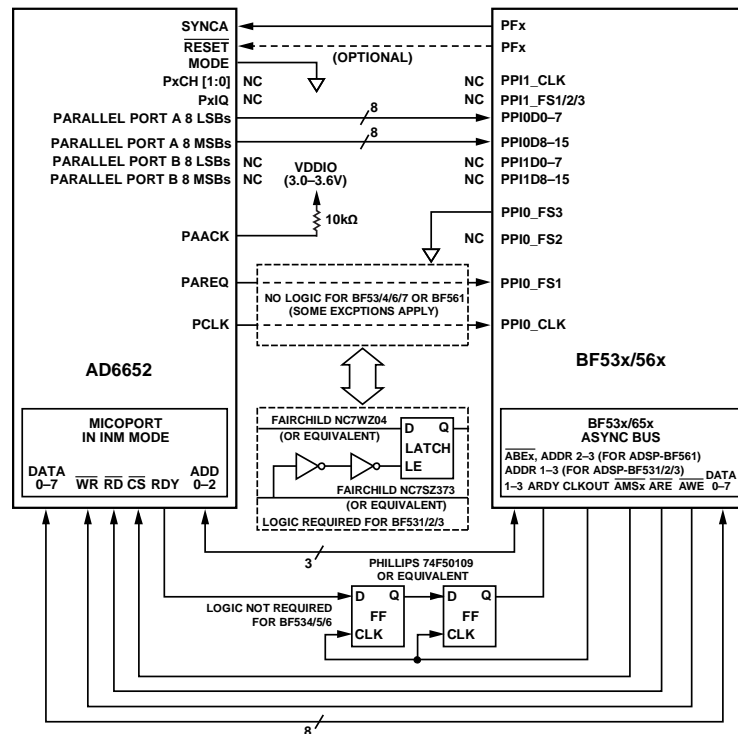
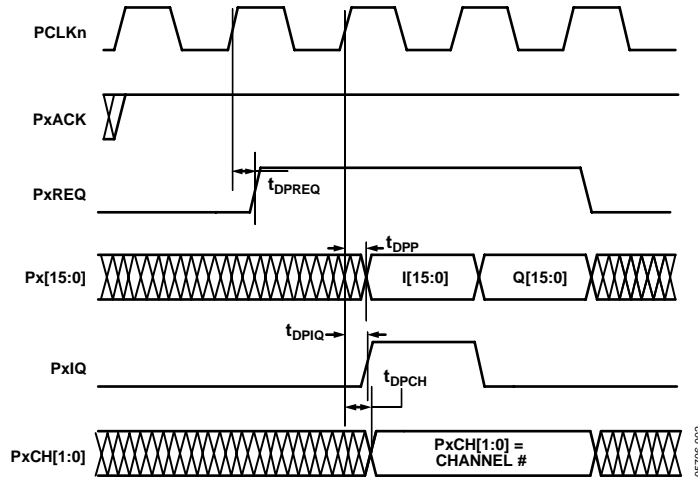
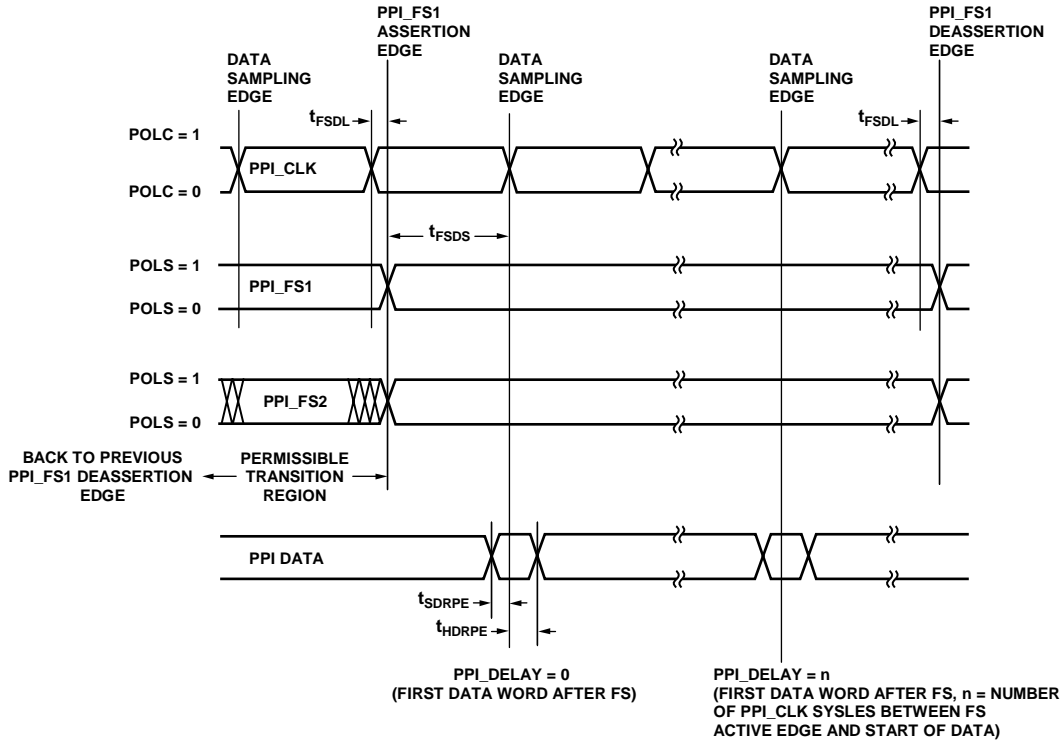

图1.
图2. AD6652并行输入模式16位交错数据时序图
图3. ADSP-BF531/BF532/BF533 PPI时序(GP输入模式、采用外部帧同步)
与Blackfin处理器接口时，应将微型端口设置为Intel®非多路复用模式(INM)，如图1所示。要配置Blackfin处理器异步存储器总线，请使用AD6652的 \overline{CS} 、 \overline{RD} 和 \overline{WR} 输入。AD6652 RDY信号(由微型端口产生)通过ARDY引脚告知Blackfin处理器，访问已完成。RDY在访问开始时变为低电平，在内部周期完成时变为高电平，请参阅AD6652数据手册(Rev. 0)的图31和图32。对AD6652微型端口时序t_{SC}和t_{HC}的快速分析显示， \overline{RD} 和 \overline{WR} 输入具有相对于CLK_{AD6652}上升沿的建立和保持时间。然而，如果未满足t_{SC}条件， \overline{RD} 和 \overline{WR} 将在CLK_{AD6652}的后续上升沿采样。实际上，可以将 \overline{RD} 和 \overline{WR} 视为异步输入。
Blackfin处理器ARDY引脚的置位和解除置位必须满足数据手册规定的建立和保持时间要求(t_{SARDY}和t_{HARDY})。注意，根据ADSP-BF531/ADSP-BF532/ADSP-BF533数据手册(Rev. B)，ARDY在CLKOUT之前的建立时间(t_{SARDY})为4 ns。未满足这些同步要求可能导致Blackfin处理器内部出现亚稳态现象。应利用CLKOUT信号确保ARDY同步跃迁。因此，图1中增加了一个双通道触发器来确保两个器件同步且满足建
要将AD6652与Blackfin处理器PPI端口相连，应配置AD6652的主机模式并行端口时钟(PCLK)，并且配置并行端口通道模式为16位I和Q交错。如图1所示，将AD6652 PCLK连接到Blackfin处理器PPI_CLK。因此，信号可以互换使用，具体取决于所讨论的器件。
16位交错格式在背靠背PCLK时钟上提供各输出样本的I和Q数据。I和Q字均由16位全端口宽度的数据组成。当PAREQ和PAACK均置位时(这些信号名称中的A代表图2中的x，表示A输出端口)，数据输出在PCLK的上升沿触发。要设置这种16位格式，应将CAR设为内部地址0xA9。此输出控制寄存器为10位宽，DR0中的位5必须设为1。图1中，Blackfin处理器GPIO引脚(PFx)驱动AD6652的RESET引脚，确保在访问微型端口之前主机得到正确设置。AD6652数据手册(Rev. 0)在“微型端口控制”部分中提供了有关微型端口的更多信息。此外还建议设计人员阅读“设计指南”部分。
绝大多数应用，包括单一通信标准的应用，都会为AD6652的所有4个通道配置完全相同的滤波器。唯一的不同是设置滤波器频谱的数控振荡器(NCO)频率。因此，AD6652的内部寄存器设置为如下状态：所有4个寄存器均与连接到Blackfin处理器GPIO引脚PFx的单一引脚SYNCA硬件同步(见图1)。这样做可以简化输出数据，使其能在单一帧同步包络中完成格式化。此时，器件按照默认优先顺序(0、1、2和3)，在类似突发的模式下以4个序列化I和Q对(8个16位字)的形式提供数据。数据不断以这种方式进行处理，多通道突发之间的停滞时间(dead time)与滤波器延迟成正比。如果通道滤波器不同，可以使用通道地址0x83处的开始延迟寄存器(延迟时间通过公式3计算)，强制实现同步，从而按照优先顺序或其它较佳序列输出数据。低速应用(1 MHz以下)可以使用其它同步方法。PACH[1:0]和PBCH[1:0]引脚构成一个2位二进制数，用于确定当前数据字的来源通道。在已知通道顺序的情况下，PACH或PBCH的LSB或MSB可以驱动另一个Blackfin处理器GPIO引脚(PFx)，作为快速硬件中断以识别突发序列的开始。
反之，默认情况下数据在PCLK的上升沿进行采样。在POLC为高电平的情况下，数据在下降沿通过PPI采样，该下降沿对应于图3所示AD6652主机提供的时序。
当PAREQ为高电平时，PAACK为逻辑高电平将导致并行端口根据设定的数据模式(16位I和Q交错)移出数据。这种应用不需要握手，因此PAACK通过外部上拉电阻连接高电平(见图1)。当数据可用时，数据在PAREQ置位后的一个PCLK周期开始移出(见图2)。
PAREQ时序相对于PCLK是内部固定的，无法调整。虽然AD6652的PAREQ与PCLK的上升沿同步，但这些边沿之间的最大延迟(tDPREQ)仅有1 ns(见图2)。Blackfin处理器需要更长的延迟时间，接下来将讨论其时序要求。
本文的剩下部分将重点讨论：为满足图3所示的延迟和保持时间要求，ADSP-BF533 Blackfin处理器需要什么样的外部逻辑。许多Blackfin处理器，包括ADSP-BF561和ADSP-BF534/ADSP-BF536/ADSP-BF537，不需要外部逻辑(存在例外情况，详见相应处理器的异常表)。这些器件集成了图1所示的外部逻辑和其它增强功能(参见相应数据手册中的时序信息)。
ADSP-BF533 Blackfin处理器要求帧同步置位沿出现在PPI_CLK的下一个数据采样沿之前至少5.5 ns (t_{FSDS})(见图3)。PAREQ跃迁只能在PCLK完全稳定时进行。此外，在PCLK (t_{FSDL})的对应沿(即上升到上升或下降到下降)之后，如果PAREQ跃迁沿的延迟时间不足，数据将无法锁存到PPI
第一种方法(首选且故障安全的方法)是利用电平敏感锁存器提供两个反转延迟,锁存器由PCLK的延迟版本触发(见图1)。这一方案解决了上述可能导致PCLK拖延帧同步信号的问题。当延迟的PCLK达到锁存器使能(LE)的 V_{inh} 电平时,锁存器传送D输入。重新定时的帧同步(PAREQ)必须在整个数据窗口内保持高电平,并且满足图3所示的时序要求。触发器(flip-flops)远不如这种方案有效,因为触发器是边沿触发型。这种情况下,先于帧同步的过早PCLK会导致已置位的帧同步错过整个PCLK周期。
对于选定的反相器和锁存器,必须在适当的温度、电压和负载下评估最小传播延迟,确保满足 $2 \text{ ns } t_{FSDL}$ 最小值要求(见图3)。利用两个NC7WZ04和NC7SZ373,公式1给出 t_{FSDL} 最小值为2.3 ns,这符合图3中的要求。最大传播延迟用于确定应用的最大容许PCLK频率。在适当的负载、3.3 V电源和工业温度范围这些条件下进行外推,得出最大综合反相器延迟约为 $7.8 \text{ ns} - t_{PROP_INV}(\text{max})$,锁存器的最大传播延迟为 $4.5 \text{ ns} - t_{PROP_LE_to_Q}(\text{max})$ 。考虑到PAREQ可以落后PCLK最多1 ns,公式2显示最大容许50%占空比PCLK为28 MHz - $f_{PCLK}(\text{max})$ 。抖动问题得以解决,因为PCLK与PAREQ相关;AD6652的PAREQ由PCLK释放。
ADI公司将数字滤波器脚本调整到61.44 MSPS采样速率，以此完成了许多工作。这样就可以针对全球移动通信系统(GSM)等窄带标准进行简单的修改。因此，当PCLK分频比只能是1、2、4或8时，最大PCLK为15.36 MHz。对于输出全部四通道的同相和正交信息的系统，PCLK为输出数据速率的9倍： $(2 \times 4) + 1$ ，如图2所示。即使加上AD6652的协处理能力，以1.92 Mbps的速率交错输出数据以产生3.84 Mbps的综合速率(符合UMTS标准)，输出此数据所需的9个PCLK周期也需要586 ns ($9 \times 1/15.36$ MHz)，大于满足输出数据速率要求所需的521 ns。然而，GSM等窄带应用不受这种限制的影响。
对于低速应用，可以将一个缓冲器，例如最大传播延迟为4.0 ns的NC7WV07或其它延迟更大的器件，与转换器帧同步信号串联。还有一种可靠性稍低的方法是在帧同步路径中使用偶数个反相器或一个缓冲器，从而产生一个延迟——2 ns即足够(见图3中的 t_{FSDI})。不过，必须确保延迟不是太长，因为PAREQ的置位沿必须出现在PCLK数据采样沿之前至少5.5 ns (t_{FSDS})，以便满足内部保持要求。
总之，图1所示的外部逻辑能够有效地将电平敏感信号(PPI_FS1)转换为边沿敏感帧同步信号。所有未来的Blackfin处理器衍生产品都将内置这一逻辑。
- 帧同步的置位沿应出现在PPI_CLK的数据采样沿(POLC = 1时为下降沿)之前至少5.5 ns (tFSDS)，以满足Blackfin内部保持要求(见图3)。
- 外部帧同步延迟tFSDL不得少于2 ns(见图3)。